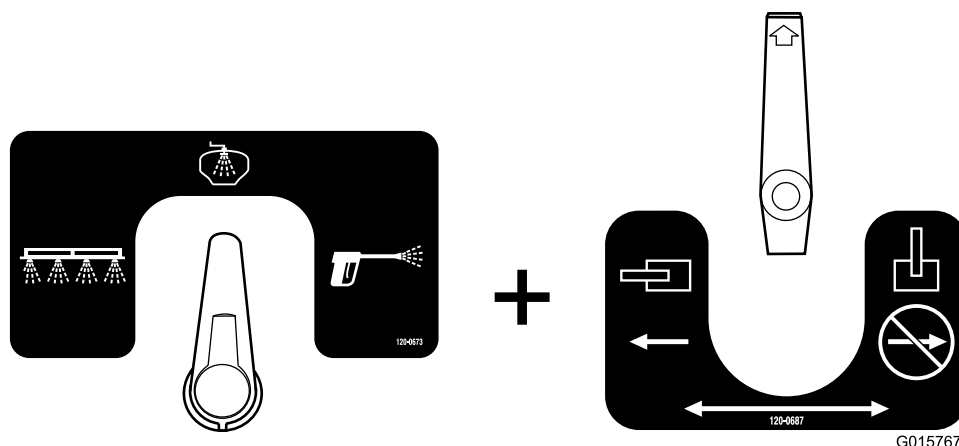

Figure 53
- Cette configuration est celle de rinçage de la cuve (Figure 53). Utilisez cette configuration pour pulvériser l'eau de rinçage par les buses de rinçage dans le réservoir.